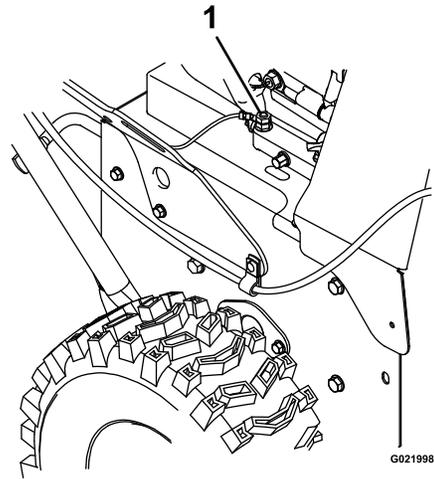
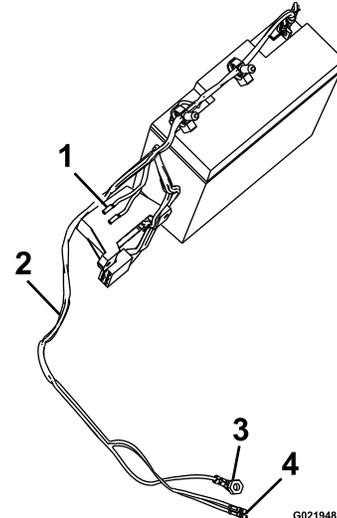

Figura 4
Figura 5
9. Enchufe los dos conectores bala, del cable largo del arnés del kit de alimentación, en el lado derecho del motor. Instale el terminal de anillo sobre el tornillo de montaje trasero derecho del motor y sujételo con una contratuerca (ver Figura 4 y Figura 5).